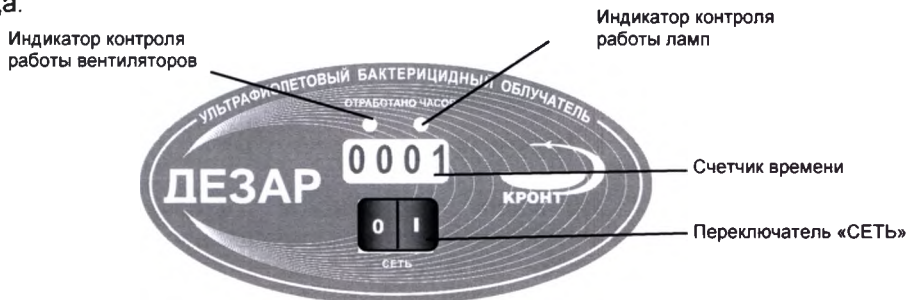

Рис.1
- 5.6. Переключатель «СЕТЬ» расположен на лицевой панели крышки (рис.1).
- 5.7. Световые индикаторы (рис.1), расположенные на панели управления,